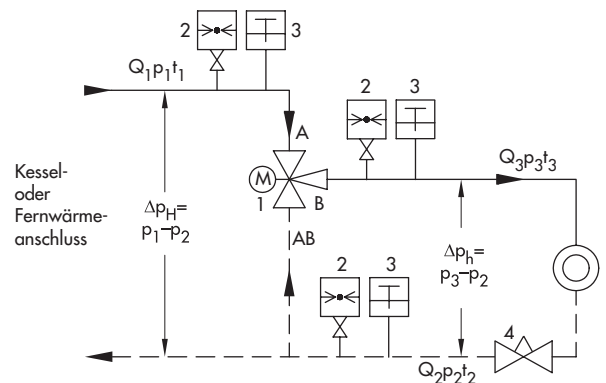

Bild 5 · Erforderliche Druck-Temperaturmessgeräte für ein Ventil mit Strahlpumpe
Bild 5 zeigt eine Anlage, die mit einem Stellventil mit Strahlpumpe ausgerüstet ist. Der Netzvorlauf (Q_1) bildet den Treibstrom der Strahlpumpe. Er saugt das Wasser aus dem Netzurücklauf (Q_2). Das Mischungsverhältnis der Durchflüsse Q_1 und Q_2 und die zugeordneten Temperaturen t_1 und t_2 bestimmen die dem Verbraucher zugeführte Temperatur t_3 . Bei dieser Anordnung wird der Förderstrom (Q_3) bei abnehmendem Wärmebedarf kleiner und bei steigender Belastung größer.
Bei Anlagen mit Strahlpumpen sind die im Bild 5 dargestellten Druck- und Temperaturanzeiger für das Ein- und Nachregulieren der Anlage erforderlich. Die Anzeiger oder entsprechende Prüfanschlüsse sollen so angeordnet sein, dass der Abstand zu den Ventilanschlüssen A, B und AB möglichst klein ist. Die Manometer der Drücke p_1 , p_2 und p_3 dienen auch der Ermittlung der Differenzdrücke $\Delta p_H = p_1 - p_2$ und $\Delta p_h = p_3 - p_2$. Das Drosselventil (4) dient zum Abgleich von Druck- und Temperaturverhältnissen.
Legende Bild 5: